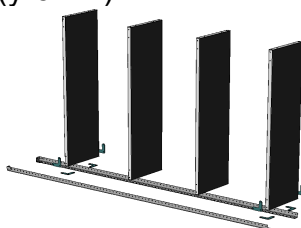

Рис.1
2. Соединить стойки с полками с помощью винтов, шайб и гаек (Рис.1,2). Верхнюю и нижнюю полки соединять через стяжки (уголки).